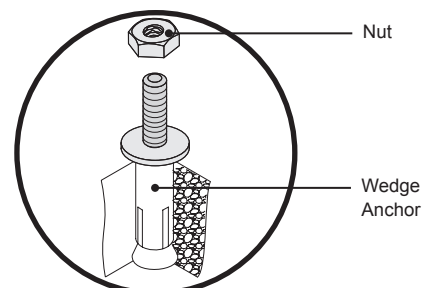

Figura 22. Ancla de la cuña de instalación
- 1 Inserte el ancla de la cuña en el orificio perforado. Si es necesario, utilice un martillo y golpear suavemente el ancla de la cuña en su lugar (Figura 22).